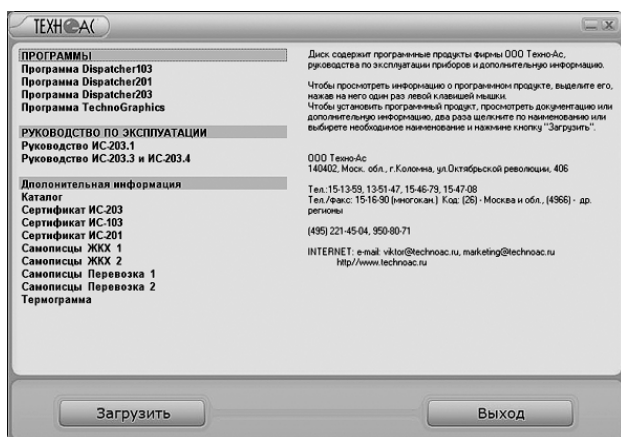

Рис.3
3.1 Вставить диск, поставляемый в комплекте с прибором, в CDRом компьютера и запустить файл Auto-Run.exe из корневой директории диска. Откроется окно, показанное на рис. 3.